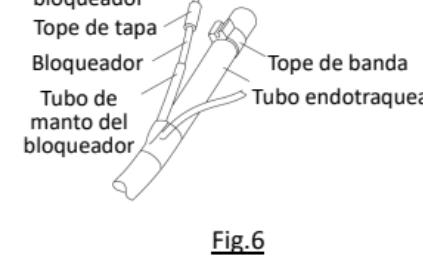

Fig.6
- Mueva el tope de la tapa y gírela (si es necesario), y móntelo en el tubo del manto del bloqueador (Fig. 6).